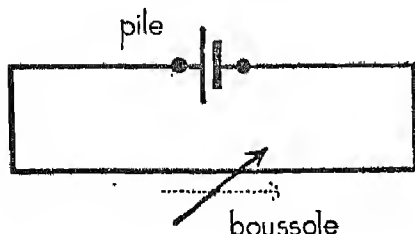

Fig. 7. — Schéma de l'expérience fig. 6.
1. Voir : Leçons de Sciences au Cours moyen, (page 41, fig. 7). Delagrave, éditeur.